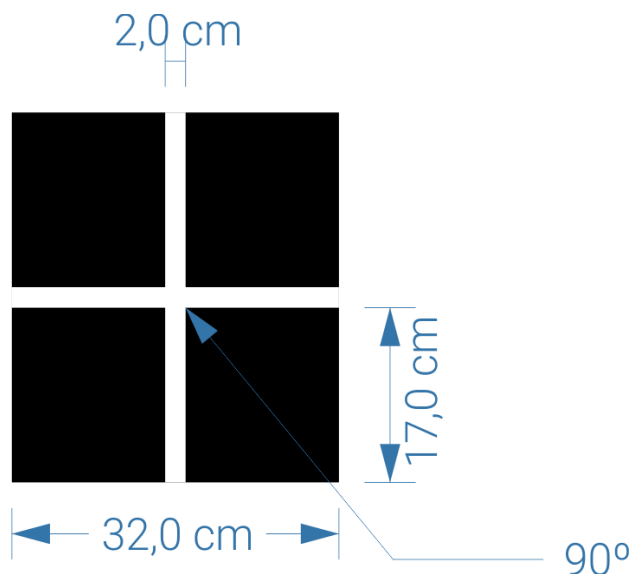

Figura 1. Cruzamento.
- IV. Quando houver um cruzamento, o ângulo de intersecção das linhas será de $(90,0^\circ \pm 5,0^\circ)$. Haverá, no mínimo, 17,0 cm de percurso reto antes e depois de um cruzamento (Figura 1);